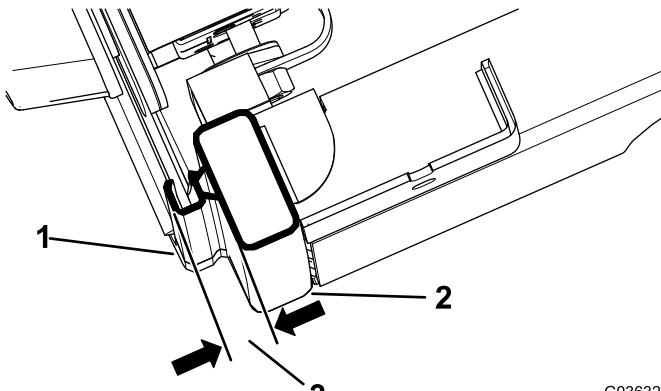

図 5
3. ドアを完全に閉めて、バブルシートからキャブレルのシール面までの高さを測り、この高さが図5のように1.92.2cmになっていることを確認する。